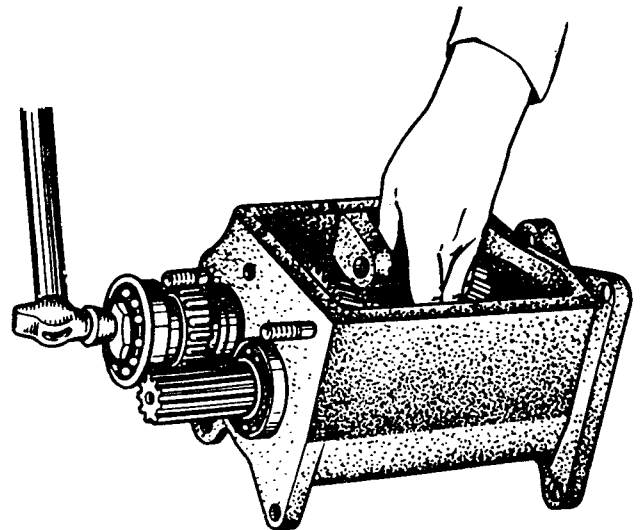

Bild 96. Einbau der Vorgelegewelle ins Wechselgetriebe
2. Welle mit Lager bis zum Anschlag des Lagersringes gegen das Gehäuse mittels eines Dorns eintreiben (Bild 96).